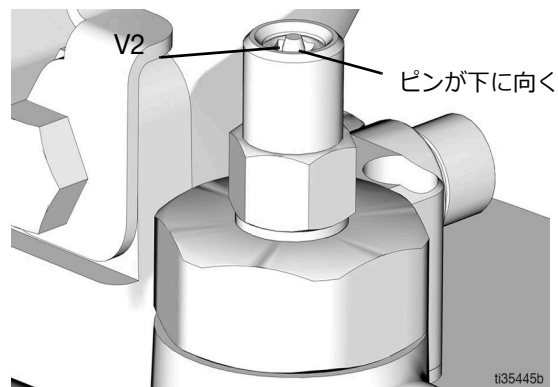

図 14
1. 充填バルブ (EE) と自動充填シャットオフバルブ (V) の間のライン圧が解放されるまで、充填バルブ圧力開放ノブ (FF) を引き続けます。
2. 自動充填遮断ピン (V2) が下がっており、リセットされている状態を示していることを確認します (図 14)。